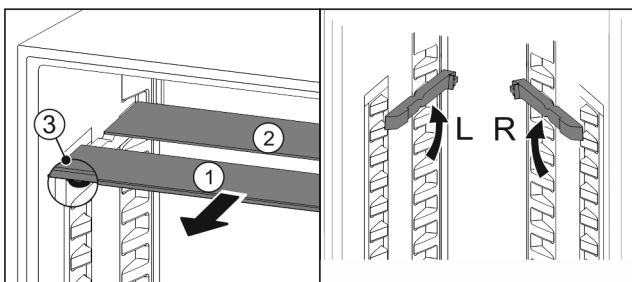

Fig. 97
- ▶ Vytiahnite sklené dosky jednotlivo dopredu Fig. 97 (1).
- ▷ Sklenená doska Fig. 97 (1) s ozdobnou lištou leží vpredu.
- ▷ Zarážky Fig. 97 (3) ukazujú nadol.